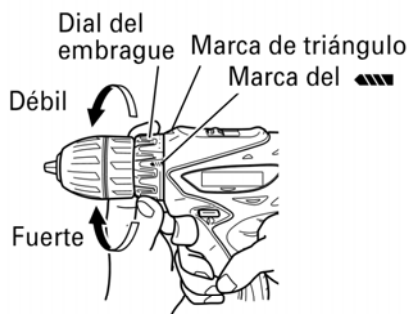

Fig. 9
6. Confirmar la posición del dial del embrague (Ver la Fig. 9).
(2) Indicación del par de apriete (Consulte la Fig. 9)
(3) Ajuste del par de apriete (Consulte la Fig. 9)